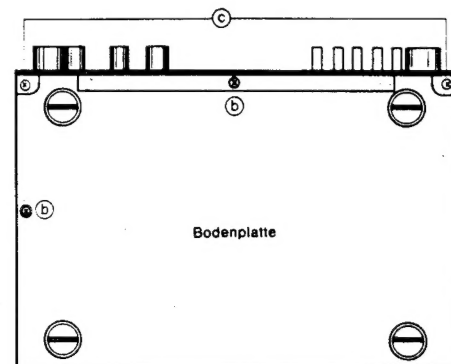

Abb. 2
- Die Schrauben (2) auf Abb. 2 und 3 herausdrehen.
- Die Schrauben (3) herausdrehen (Abb. 2 und 3).